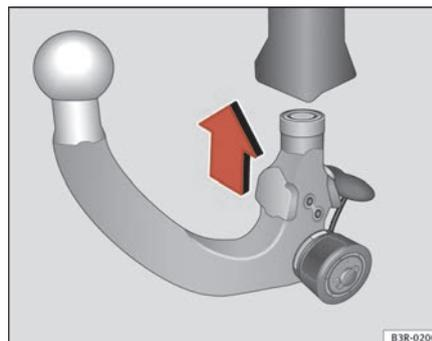

Fig. 161 Dispositif d'attelage amovible : mise en place de la boule d'attelage
- Introduisez la boule d'attelage précontrainte dans le tube de fixation et poussez-la vers le haut ⇒ page 208, fig. 161, dans le sens de la flèche ⇒ ⚠. Le processus de blocage s'effectue automatiquement. À ce moment, le clipsage doit être nettement audible.